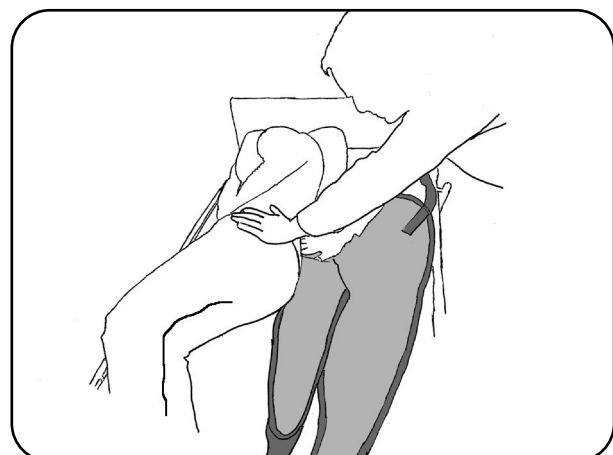

Abbildung 46
5. Falten Sie den Liftergurt in der Hälfte zusammen und legen Sie ihn hinter den Rücken des Patienten. Dabei soll die Unterkante in Höhe des Steißbeines des Patienten liegen (Abbildung 46).